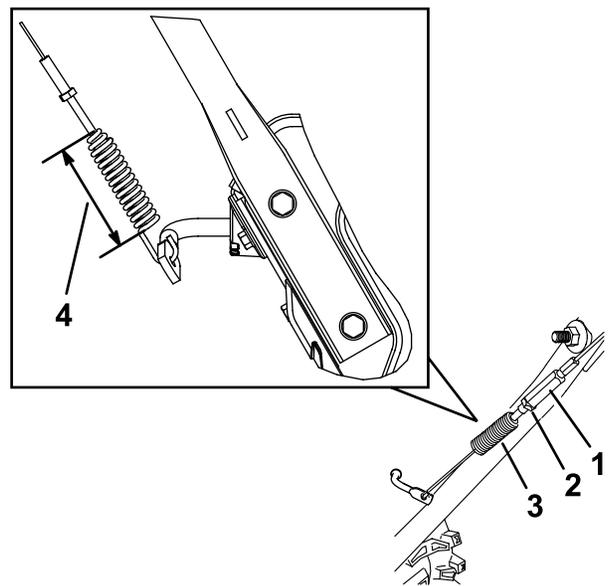

Bild 31
1. Lösen Sie die Klemmmutter (Bild 31).
4. Ziehen Sie die Klemmmutter (Bild 31) an und stellen Sie sicher, dass der Zug etwas gespannt ist.
3. Lösen oder ziehen Sie die Spanschraube an, um die Federlänge auf 6,6 cm einzustellen, wie in Bild 31 dargestellt.